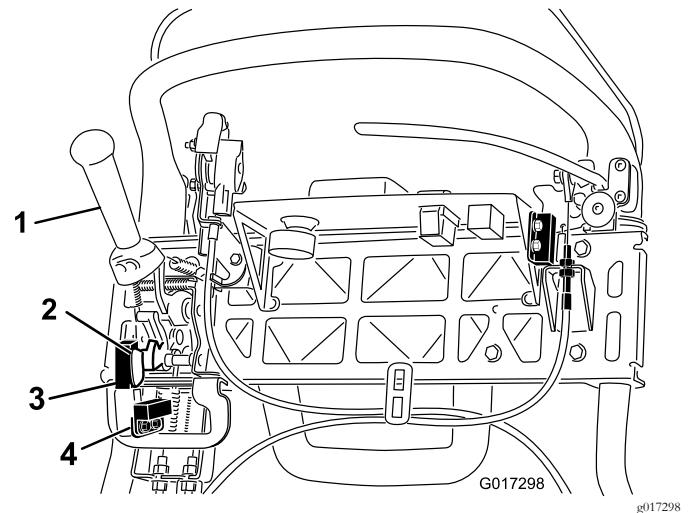

Figura 44
- 4. Allentate i dispositivi di fissaggio del microinterruttore di sicurezza (Figura 44).
- 5. Inserite uno spessore di 1,6 mm fra la leva della trazione ed il microinterruttore (Figura 44).
4. Allentate i dispositivi di fissaggio del sensore di tosatura (Figura 44).
5. Inserite uno spessore di 1,6 mm fra il contrassegno del sensore di tosatura e il sensore stesso (Figura 44).